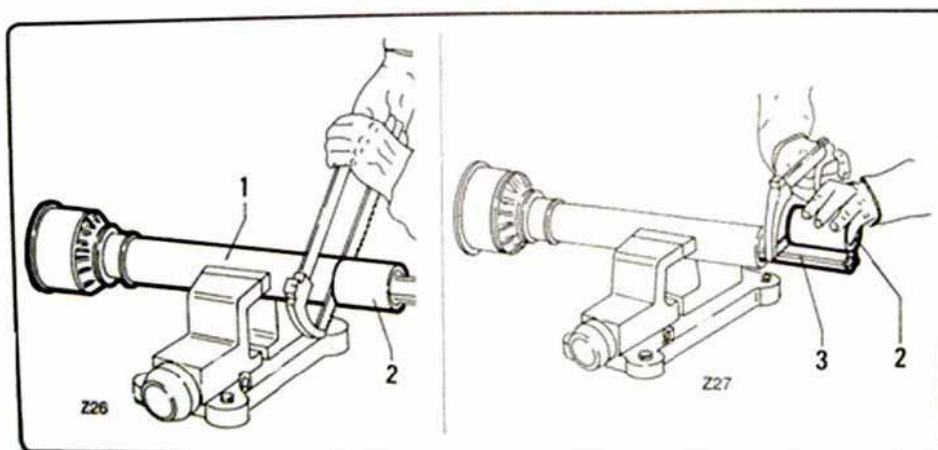

fig. 4.3.2
- Pour le sciage de la pièce "1" (Fig. 4.3.2), utilisez la longueur indiquée ci-dessus.